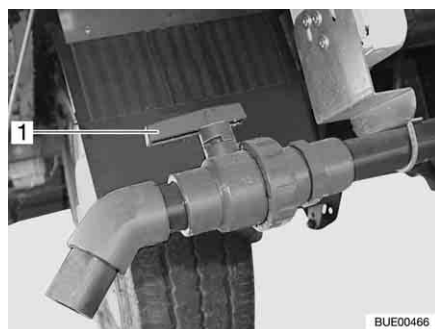

Fig. 246 Rubinetto di scarico
- Girare la maniglia (Fig. 246,1) del rubinetto di scarico nella direzione di scorrimento.